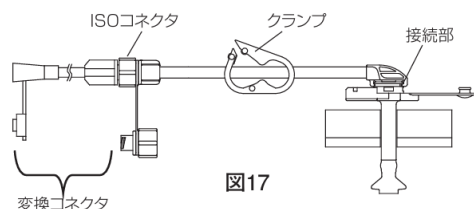

図17
4. 市販の変換コネクタの添付文書に従って、変換コネクタを接続する。(図 17)